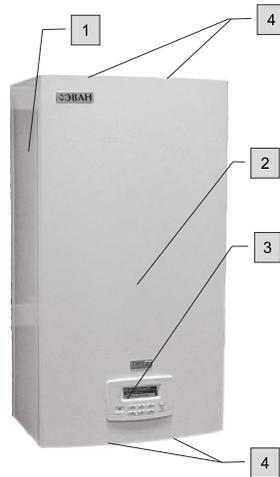

Рисунок 1. Внешний вид прибора.
4.2 Внешний вид прибора представлен на рис. 1.
8.4 В начале отопительного сезона перед запуском прибора необходимо проверить, не заблокирован ли вал циркуляционного насоса отложениями или накипью. Для этого снимите лицевую панель (2) рис. 1, предварительно отсоединив блок управления (3), в соответствии с п. 4.3, затем отвинтите защитный колпачок и поверните вал двигателя с помощью отвертки по стрелке (рис.28). Установите защитный колпачок на место. Первый пуск насоса проведите на максимальной скорости. Работа может быть выполнена без привлечения специалиста сервисного центра.